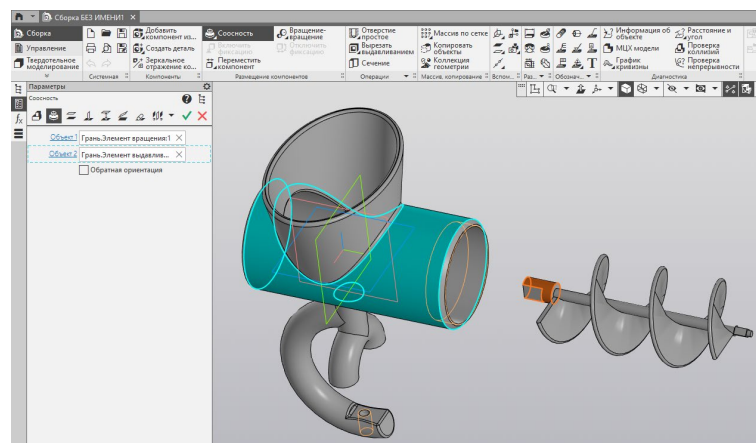
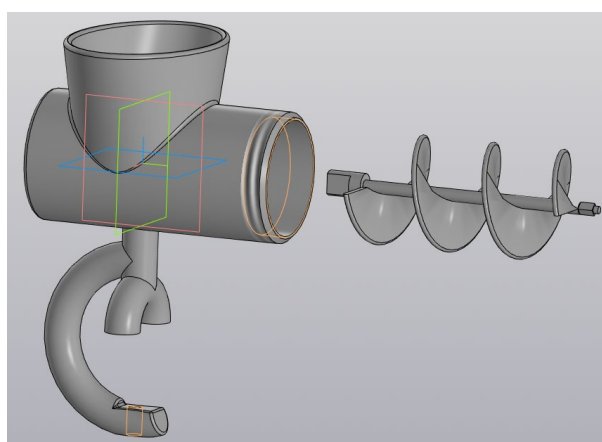

Рисунок 82 – Настройка параметров зависимости «Соосность»
Рисунок 83 – Результат применения зависимости «Соосность»
11.5.1 Во-первых, нужно использовать тип зависимости «Соосность», чтобы совместить ось большого отверстия в корпусе с осью цилиндрической части шнека (рис. 82). Подтвердите операцию. Шнек соосно разместится относительно большого цилиндра корпуса и будет двигаться только по этой оси (рис. 83).